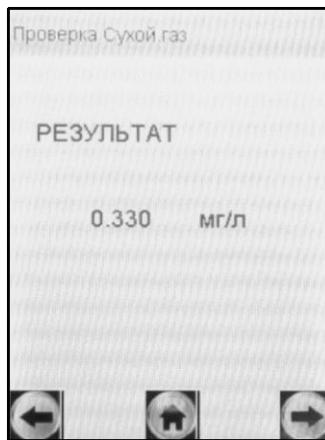

Рисунок 8 – Предъявление результата измерения в режиме проверки по сухому газу
2.5.5.2 После того как анализ пробы произведен, в сопровождении щелчка срабатывания заборной системы на экране предъявляется результат измерения массовой концентрации паров этанола в режиме проверки по сухому газу (рисунок 8).